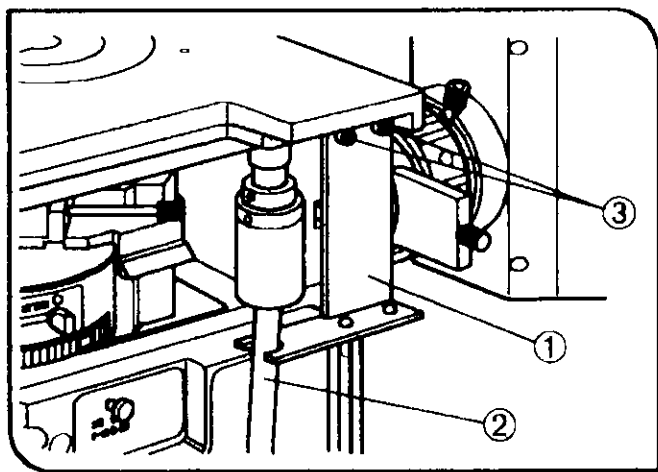

图 90
### 载物台（IX2-SFR）（图 90 和 91）
1. 将可灵活活动的 X 轴 Y 轴曲杆 2 插入定位架上 1 的凹形槽中（图 90）
2. 使用六角改锥，将定位架的固定螺丝 3 轻轻拧在载物台上（图 90）